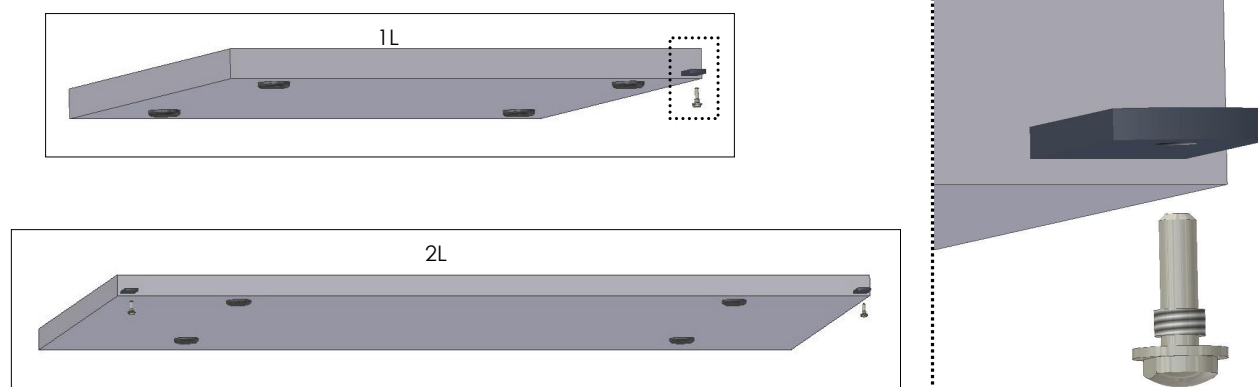

Fig. 1
- Colocar **pernos inferiores** na patilha de fixação da porta (Fig.1);